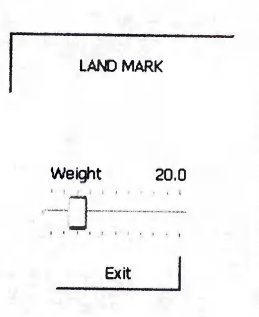

Рисунок 121
– при помощи курсора **Weight (Вес)** (см. рисунок 121) выберите процентное соотношение наложения изображения-маски (0 % – 75 %).